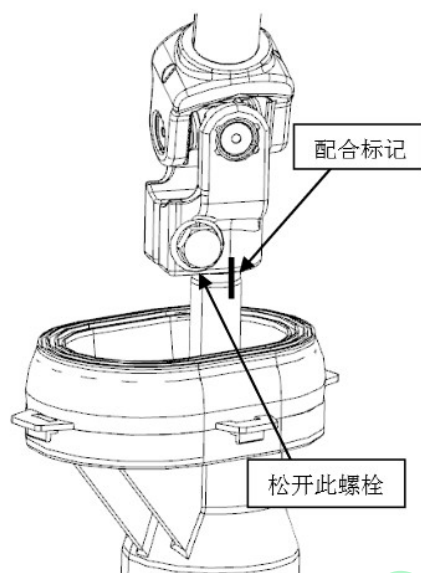

图 4-19
①在中间轴下端与转向器输入轴配合处做好配合标记，如图 4-19 所示。如果花键有缺齿并齿结构，装配时需注意对正。
② 松开螺栓管柱与转向器的连接螺栓，拔出中间轴。